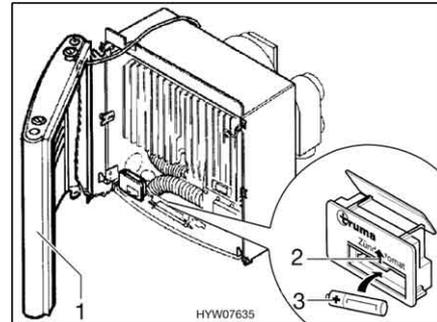

Bild 126 Heizung geöffnet
- Verkleidung (Bild 126,1) seitlich anstellen, damit die Anschlusskabel für das Warmluftgebläse sowie für die Zünd-Kontroll-Lampe nicht ausgesteckt werden müssen.
- Die Abdeckung des Batteriefachs am Zündautomaten (Bild 126,2) nach oben schieben.
- Eine neue Batterie (Bild 126,3) gleichen Typs polrichtig (+/-) in das Batteriefach des Zündautomaten einsetzen. Nur temperaturbeständige (+70 °C) und auslaufsichere Mignon-Batterien verwenden.